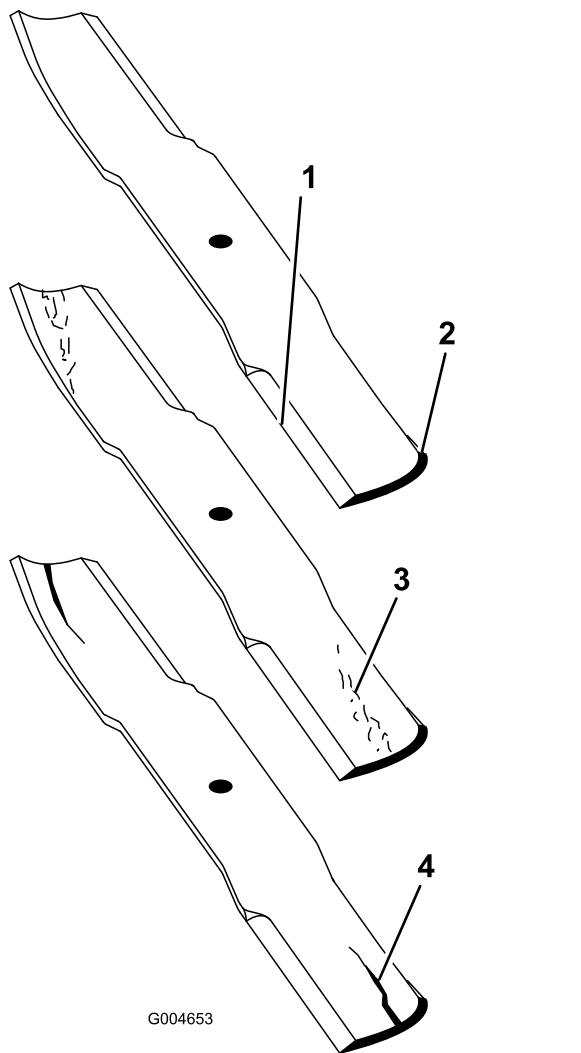

Bild 90
2. Prüfen Sie die Schnittkanten des Messers sorgfältig, insbesondere dort, wo die geraden Flächen die gebogenen berühren (Bild 90).
Hinweis: Da Sand und anderes reibendes Material das Metall abschleifen kann, das die flachen mit den gebogenen Teilen verbindet, müssen Sie das Messer vor jedem Einsatz des Rasenmähers prüfen. Wenn Sie Abnutzungen feststellen (Bild 90), sollten Sie das Messer auswechseln.